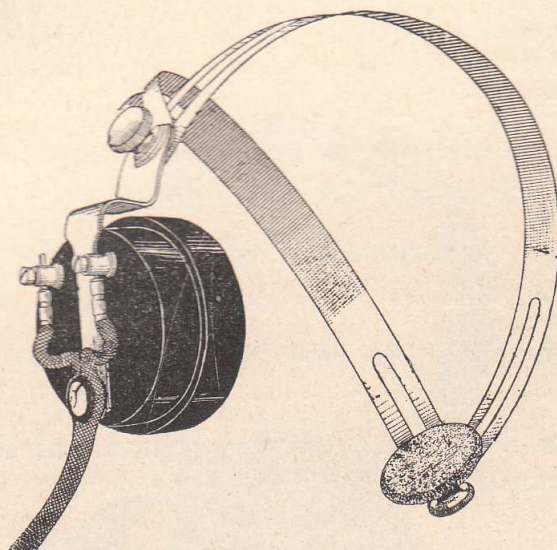

Fig. 162.
58. Serre-tête, à un récepteur Ader n^o 3 bis, métallique à boîtier allégé, ébonite ou ivoirine, tampon capitonné du côté opposé au récepteur. **Type n^o 1** (*fig. 162*).